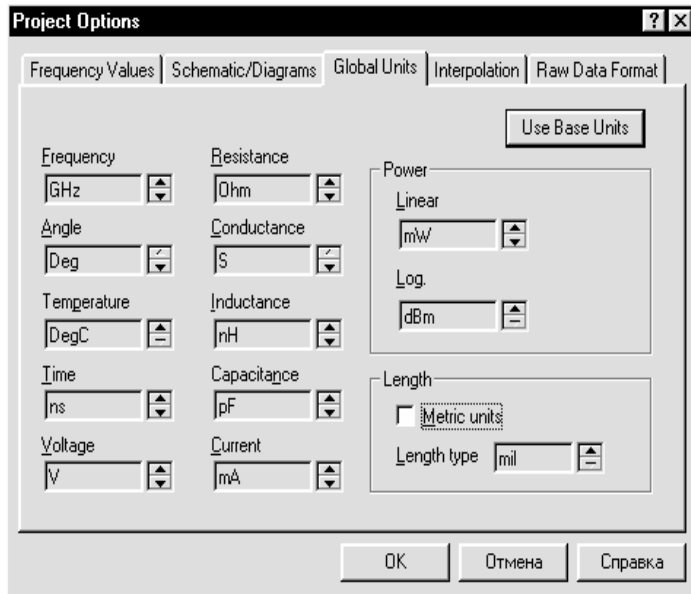

Рис. 3.1
3. Установите нужные единицы измерения, щёлкая по стрелкам, справа от поля ввода соответствующей единицы так, чтобы они соответствовали показанным на рис. 3.1, снимите флажок в поле **Metric units** (Метрические единицы), установите **mil** в поле **Length type** и нажмите **OK**.